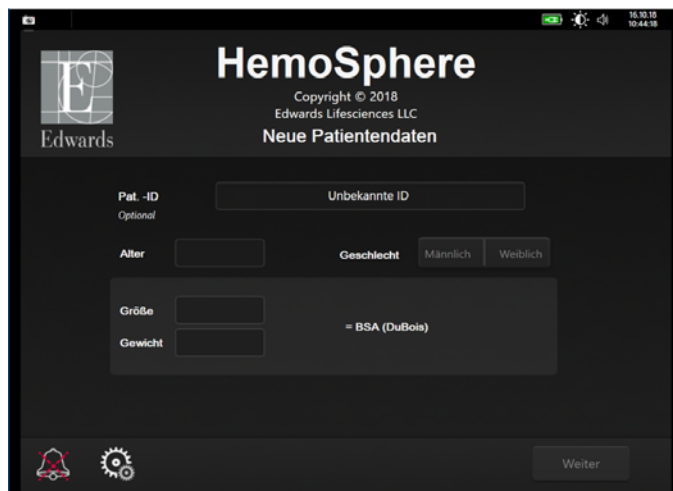

**Abbildung 6-2 Bildschirm
- 4 Es wird der Bildschirm **Neue Patientendaten** angezeigt. Siehe Abbildung 6-2.